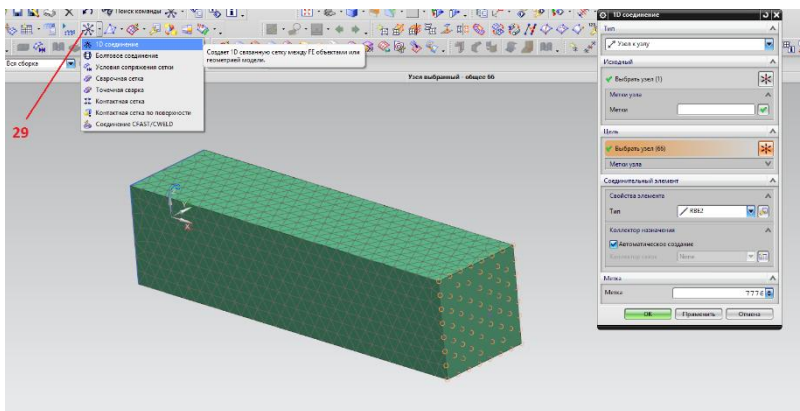

Рисунок 23. Окно создания RBE2 связи
Удалите ранее приложенные нагрузки и задайте новую. Во вкладке "Тип нагрузки" (30) выбрать "Момент" (рисунок 23). Приложить нагрузку в узел, который создали ранее (31). Нужно